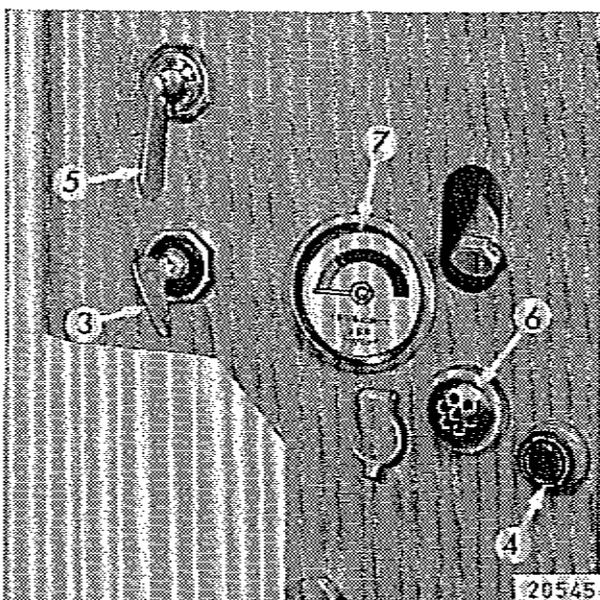

Bild 7
3. Schaltkastenschlüssel 3 (Bild 7) einstecken, wobei die Ladestrom-Kontrolllampe 4 rot aufleuchten muß.
2. Abstellhebel 2 der Einspritzpumpe solange betätigen, bis der Motor stillsteht. Bei elektrischer Ausführung leuchten die Ladestrom-Kontrolllampe 4 (Bild 7) und bei Anbau einer Öldruckanzeigeleuchte diese wieder auf.
3. Schaltkastenschlüssel 3 (Bild 7) abziehen, wobei die Ladestrom-Kontrolllampe 4 bzw. die Öldruckanzeigeleuchte erlöschen.